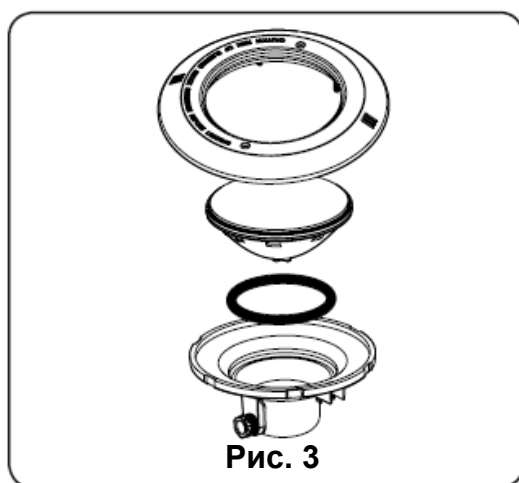

Рис. 3
3. Демонтируйте части прожектора, которые необходимо демонтировать, чтобы удалить лампу накаливания (эта операция полностью описана в руководстве к прожектору) (Рис. 3).